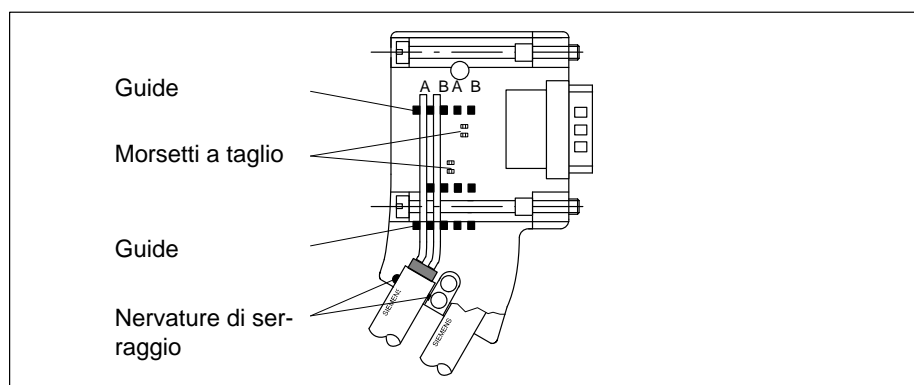

Figura 3-12 Collegamento del cavo alla spina di collegamento al bus (6ES7 972-0BA30 ...)
4. Posare i fili verde e rosso, tramite i morsetti a taglio, nelle guide come da figura 3-12.